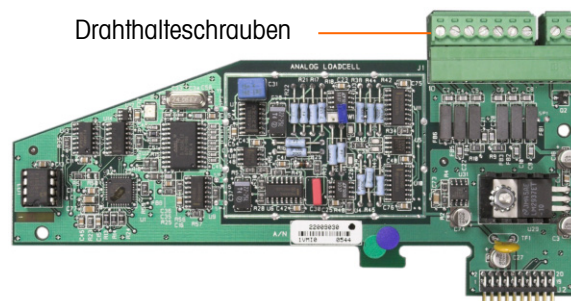
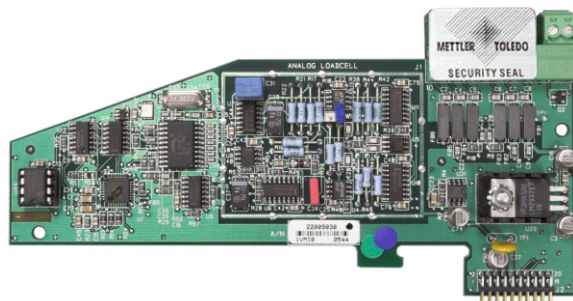

Abbildung 2-114: Ungeschützter Optionsplattenanschluss
Abbildung 2-115: Installiertes Sicherheitsiegel
3. Zum Schutz der Wägezellen-Verbindungskabel (an Optionsplatinen angebracht) muss ein Sicherheitssiegel über den Anschlüssen befestigt werden, um sicherzustellen, dass sie nicht ausgebaut oder abgetrennt werden. Das Siegel verhindert auch den Zugriff auf die in Abbildung 2-114 gezeigten Drahtaltheschrauben. Abbildung 2-115 zeigt ein angebrachtes Siegel.